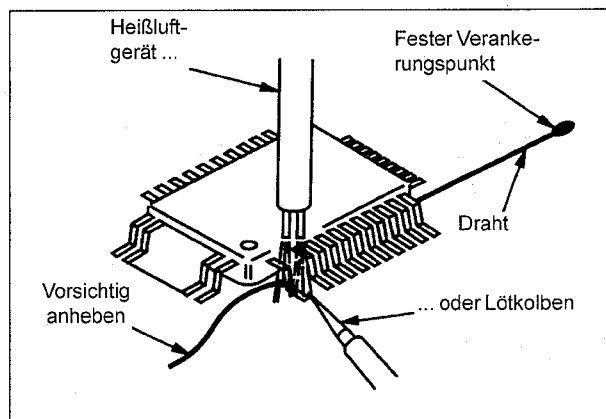

Abb. 2-5
b. Befestigen Sie den Draht auf der Arbeitsfläche oder an einem festen Verankerungspunkt (siehe Abb. 2-5).